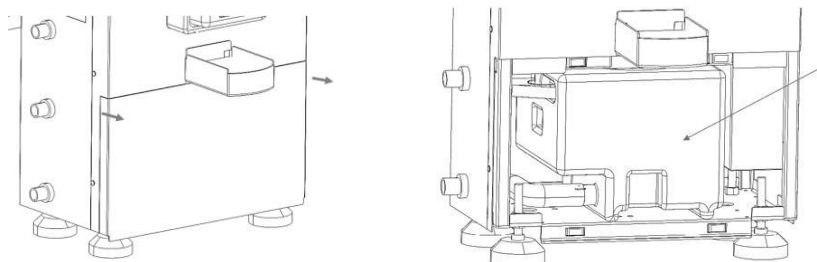

РИС. 16
1. Снимите переднюю крышку в направлении, указанном стрелками на РИС. 16 слева.